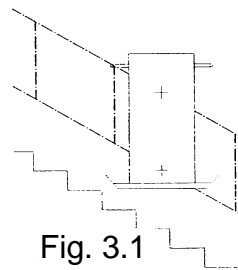
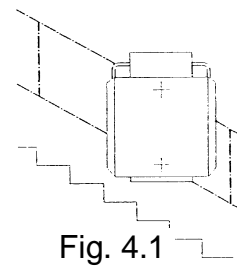

Fig. 3.1
Fig. 4.1
7. Pour une plate-forme automatique, il faut tout d'abord refermer la barrière (Fig. 3.1). **La plate-forme peut alors être fermée manuellement (Fig. 4.1) et doit être sécurisée avec la serrure prévue à cet effet.**